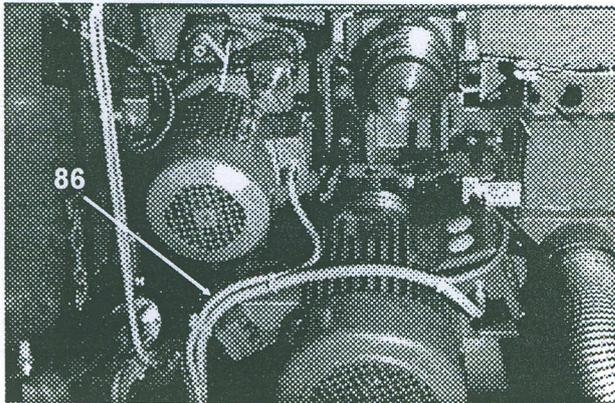

Bild 6.7
- Befestigungsschraube 86 (Bild 6.7) an der Motorwippe lösen und den Motor mit der Wippe von der Tragwelle abnehmen.